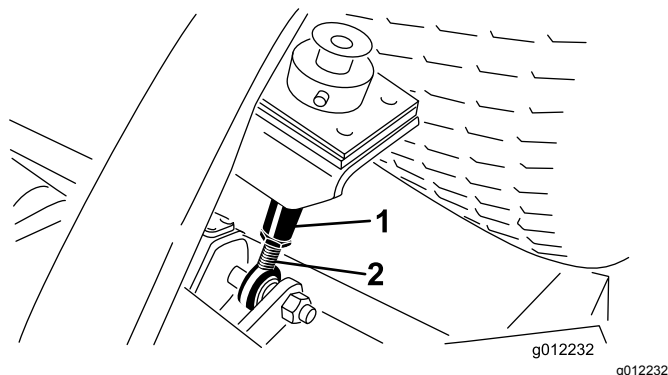

Figura 12
8. Afloje las contratuercas del extremo inferior de las varillas de ajuste de la altura de corte (Figura 12).